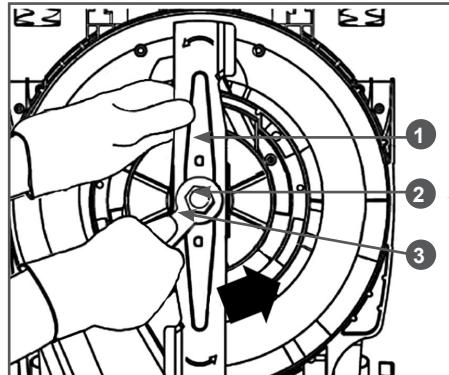

Рис. 14 Замена ножа
2. Переверните газонокосилку колесами вверх. Левой рукой крепко держите нож 1, правой рукой открутите гаечным ключом 3 болт 2 крепления ножа против часовой стрелки (Рис. 14).